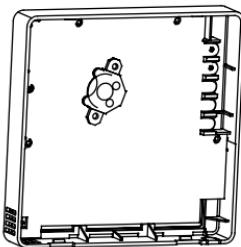

Imagen 3-5
- Coloque la batería en el lugar de la instalación y asegure que el lado positivo de la batería esté alineado con el lado positivo del espacio de instalación. (Vea Imagen 3-5)